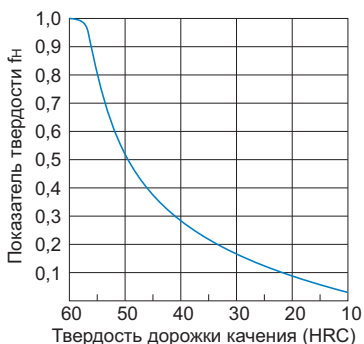

Рис.2 Показатель твердости ( $f_n$ )
- $f_n$  : коэффициент твердости (см Рис.2 на с. **A5-6**)